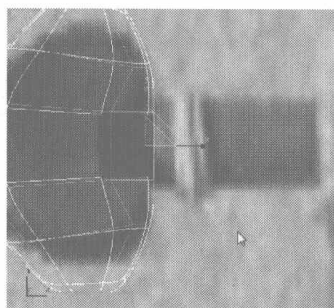
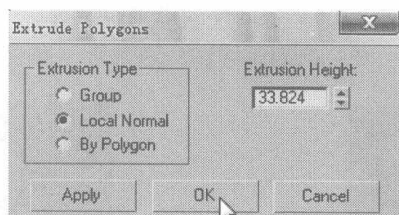
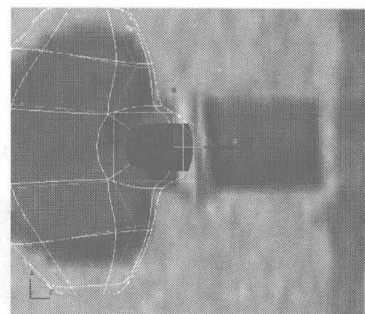

图 5.346
图 5.347
图 5.348
- 04 选择如图 5.346 所示的面，单击 **Extrude** 右边的小按钮，在弹出的对话框中设置如图 5.347 所示参数，模型显示如图 5.348 所示。